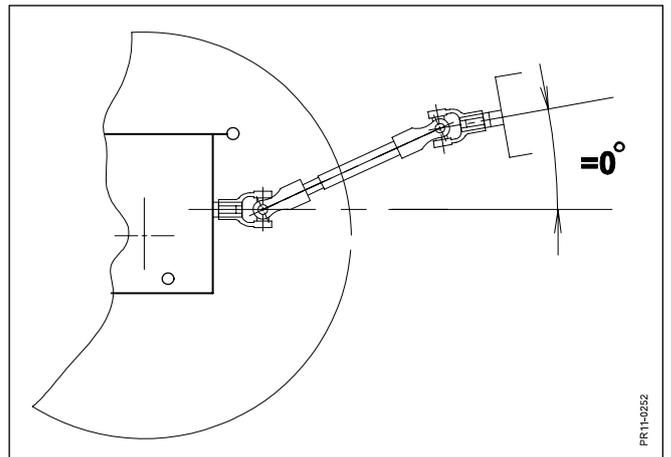

Fig. 2-4
- Fig. 2-4** e) Die Zapfwelle des Schleppers (PTO) und der Zapfwellenanschluß der Maschine (PIC) müssen möglichst parallel sein, d.h. der Winkel zwischen den beiden so nahe an 0° wie möglich.